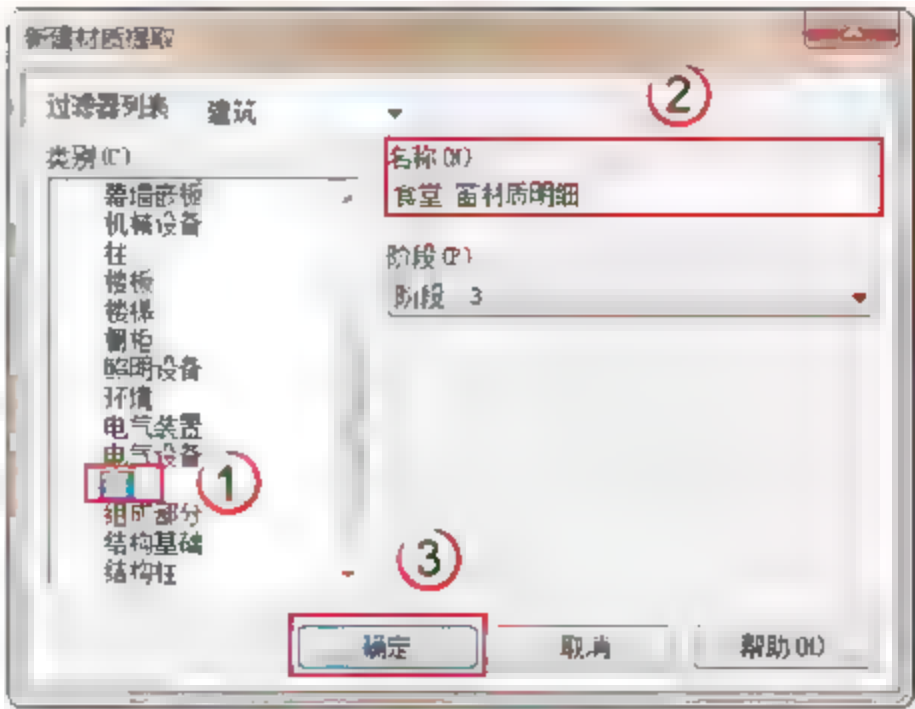

图 13.3.18 新建材质提取
(1) 创建墙明细表。单击“视图”下“创建”面板中的“明细表”下拉列表框,在其中选择“材质提取”工具,在弹出的“新建材质提取”对话框中的“类别”列表框中选择“墙”类别,输出明细表名称设为“食堂-窗材质明细”,单击“确定”按钮,如图 13.3.18 所示。